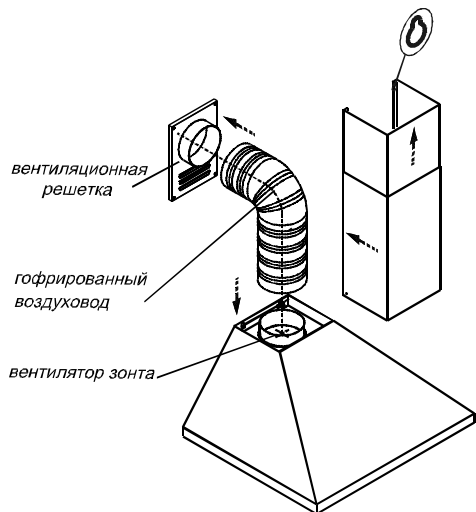
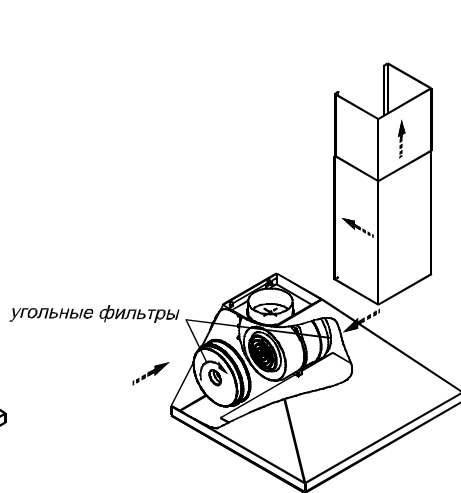

РИС. 5
РИС. 6
6.3 В зависимости от режима эксплуатации зонта соедините вентилятор с вентиляционной решеткой полужестким гофрированным воздуховодом (рис. 5) или установите на вентилятор угольные фильтры* (рис. 6).
6.4 Установите фальштрубы (рис. 5, 6). Выдвиньте верхнюю фальштрубу и навесьте ее на ввернутые шурупы через отверстия типа “замочная скважина”.
- будьте осторожны при установке фальштруб (рис. 5), не повредите поверхности из нержавеющей стали. Их легко поцарапать.